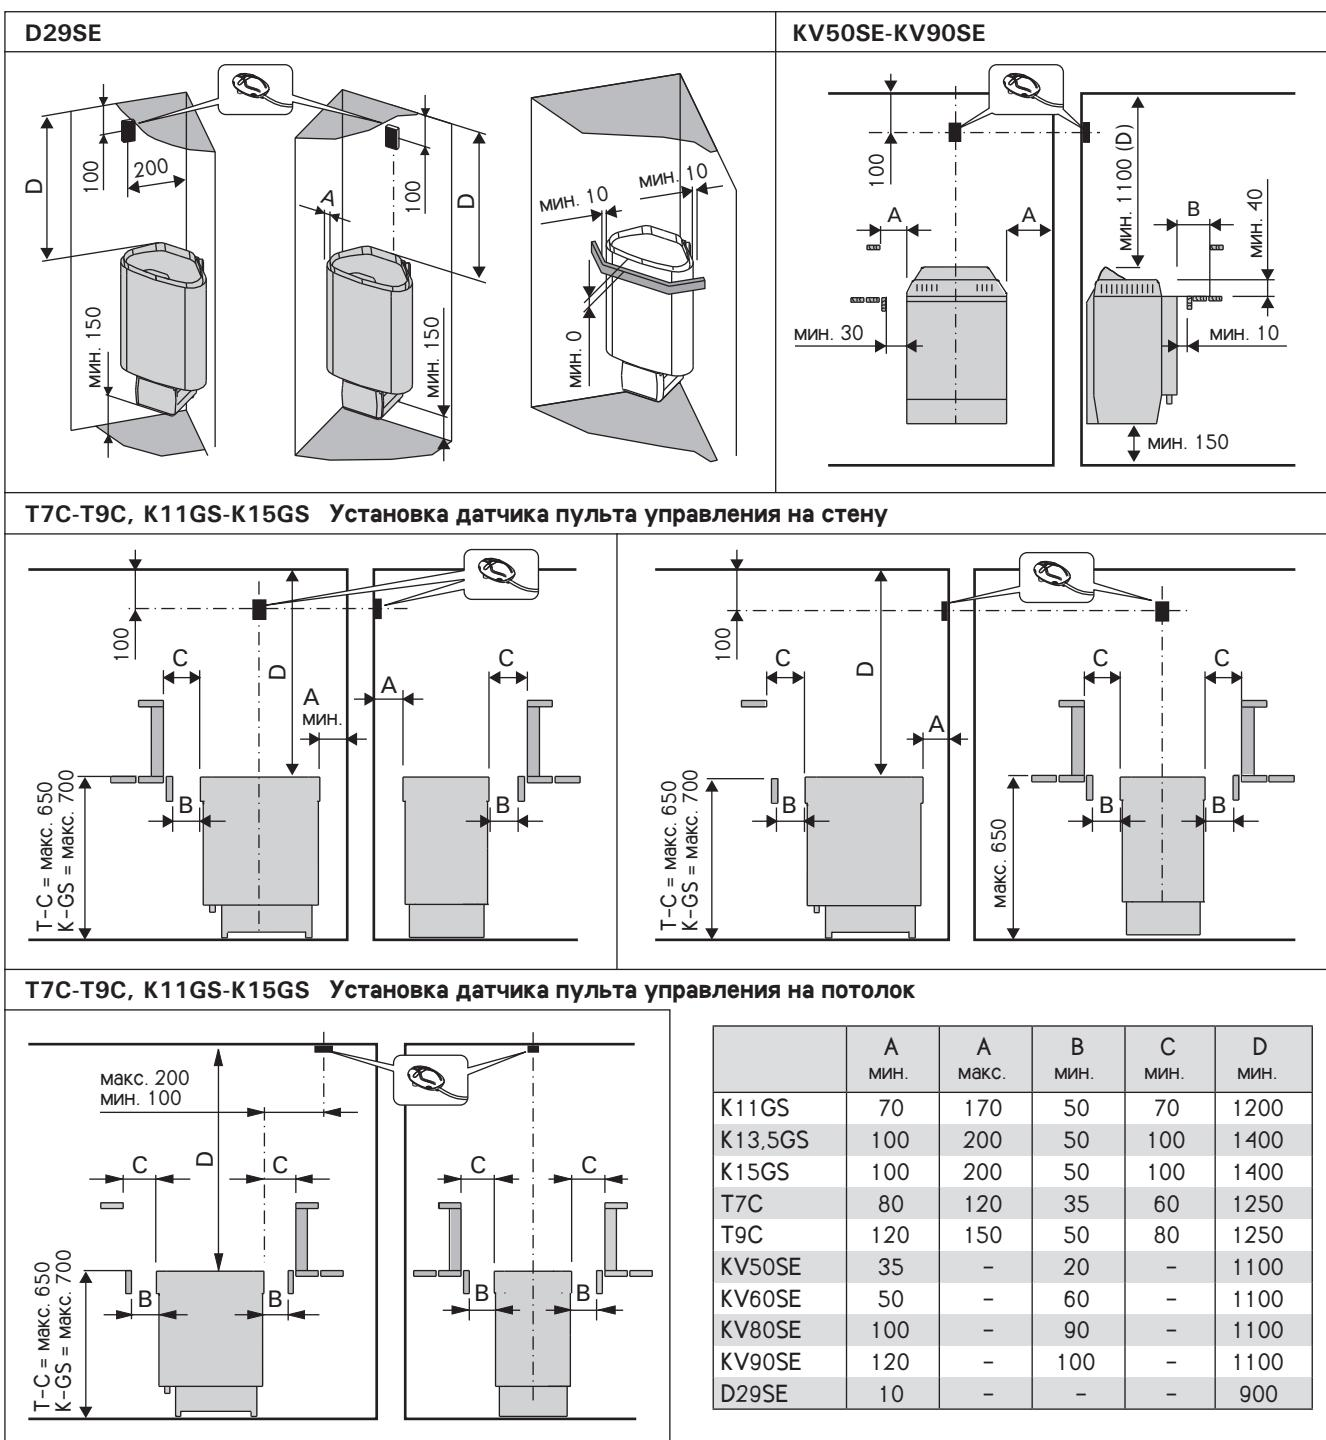
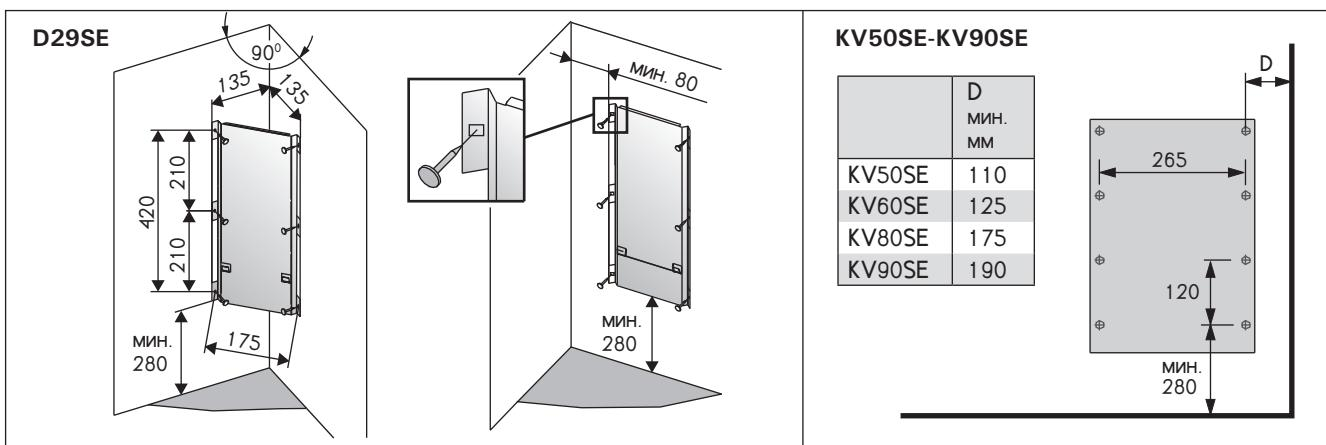

Рисунок 5. Рассстояния безопасности (все размеры приведены в миллиметрах)
Рисунок 6. Установка крепёжной рамы (все размеры приведены в миллиметрах)
- При расположении каменки выполняются условия минимальных расстояний, изображенных на рис. 5 и указанных в таблице 2.
- Прикрепите установочный кронштейн к стене винтами, входящими в комплект поставки кронштейна. Соблюдайте безопасные минимальные расстояния, указанные на рисунке 5. Установочные размеры кронштейна показаны на рис. 6.
- С помощью прилагаемых шурупов прикрепите к стене монтажную раму, соблюдая минимальные расстояния, указанные в таблице 2 и на рис. 5. Установка рамы изображена на рис. 6.
Перед установкой необходимо принять во внимание минимальные расстояния до легковозгораемых материалов. См. табл. 2 и рис. 5.
При установке защитного ограждения вокруг каменки следует соблюдать расстояния, указанные на рис. 5 и таблице 2.